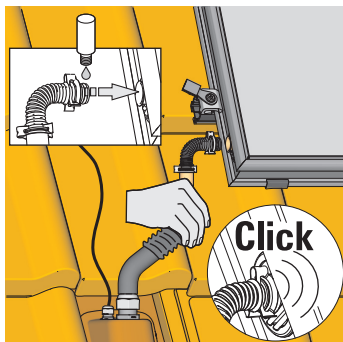

Bild 3-38 Arbeitsschritt 16
16. O-Ringe der Kollektoranschlussbögen mit Gleitmittel schmieren. Kollektor-Anschlussbögen in Kollektor-Anschlussrohre einstecken, bis Halteklammern einrasten (Bild 3-38).